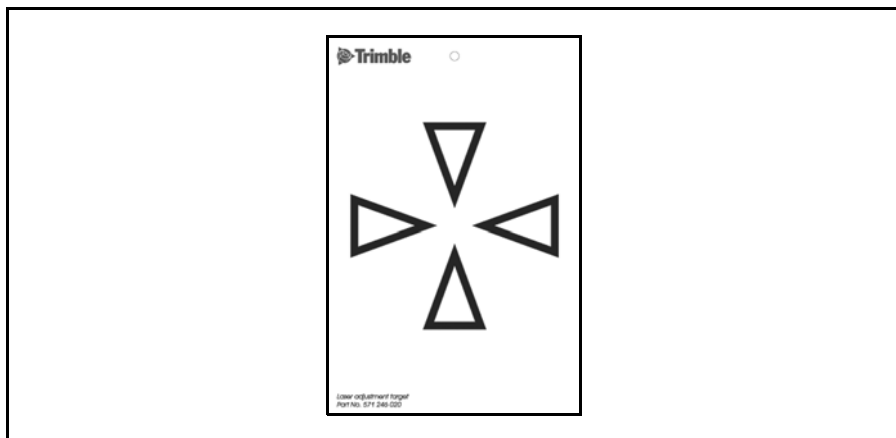

Рис. 4.28. Юстировочная цель для DR 300+
4. Если красное лазерное пятно лежит вне перекрестия визирных нитей, регулируйте направление луча до тех пор, пока он не совпадет с перекрестием визирных нитей, См. Рис. 4.28.